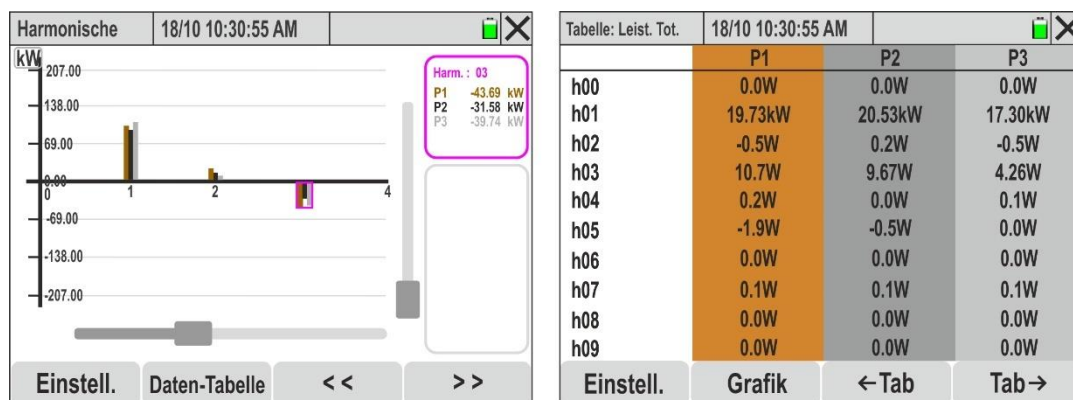

Abb. 59: Harmonischeanalyse der Wirkleistungen
21. **Bei Auswahl der 3 Wirkleistungen** werden die Histogrammdiagramme der Größen P1, P2 und P3 in Abb. 59 – links angezeigt
23. Tippen Sie auf die Schaltfläche „**Daten-Tabelle**“, um zur numerischen Anzeige zu wechseln. Der Bildschirm von Abb. 59 - rechts wird auf dem Display angezeigt. Die Parameter „**hxx**“ geben die Amplitude der Harmonische der Leistung xx für jeden ausgewählten Kanal an